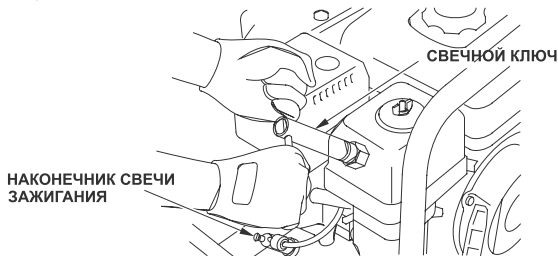

Рис.22 Обслуживание свечи зажигания
8.9.1. Снимите наконечник свечи зажигания, удалите грязь с основания свечи зажигания. Вывинтите свечу зажигания при помощи свечного ключа (см. рис.22).